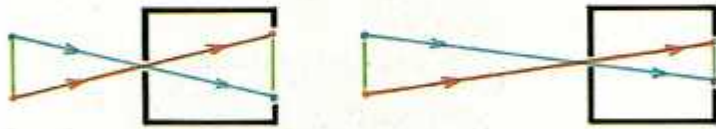

Fig. 4. La reproduction diminue avec la distance de l'objet à la chambre.
- La figure 4 montre l'influence de la distance à l'objet.